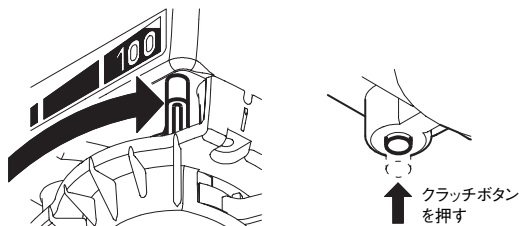

図12 指針レバー
(1) クラッチボタンを押しながら、指針レバーを100まで動かしてください。(図12参照)